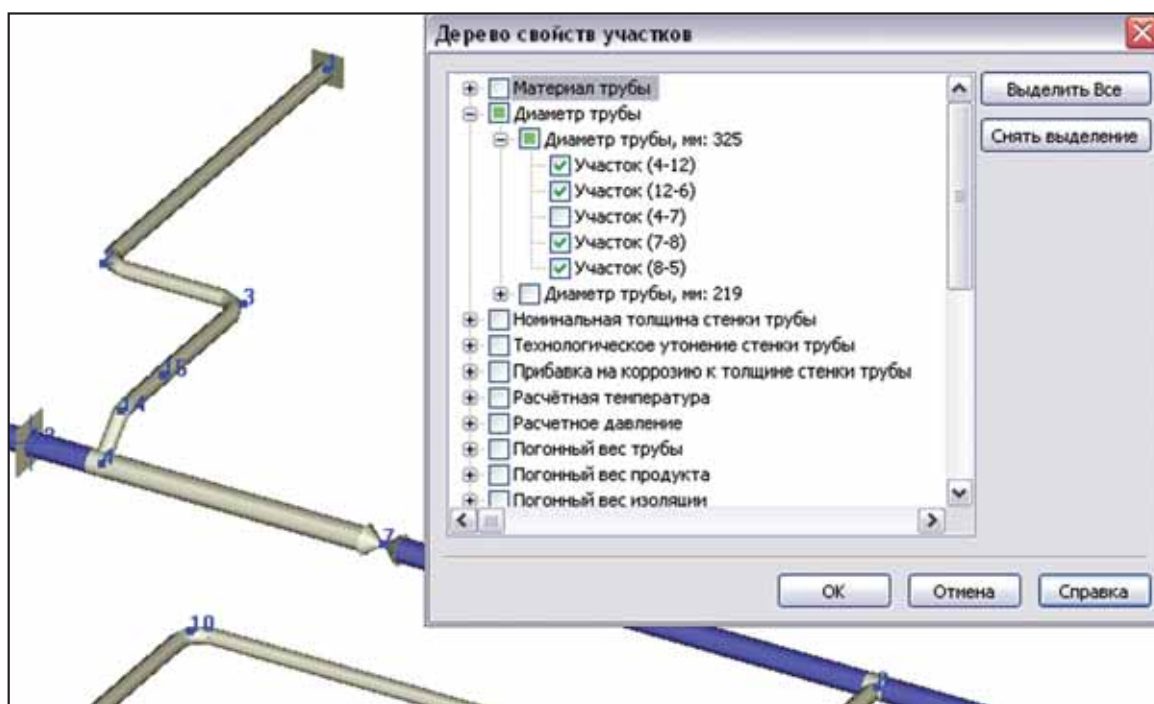

Рис. 6. Дерево свойств участков
- Добавлено дерево свойств участков (рис. 6), в котором удобно выбирать участки трубопровода с определенными свойствами (давлением, температурой, толщиной стенки и т.д.).